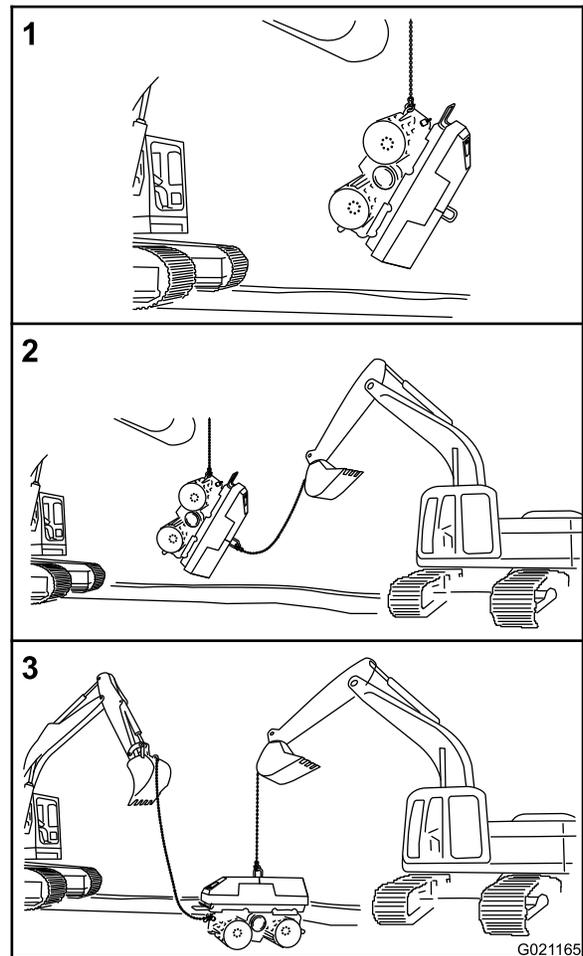

Figure 47
- A. Attachez le premier matériel de levage à l'anneau d'attache avant ou arrière (Figure 47).
- B. Élevez lentement le matériel de levage pour redresser la machine à la verticale (Figure 47).
- C. Attachez le second matériel de levage à l'anneau de levage (Figure 47); voir Levage de la machine (page 35).
- D. Transférez le poids de la machine du premier matériel de levage au second matériel de levage (Figure 47).
3. Abaissez la machine et détachez le matériel de levage (Figure 47).